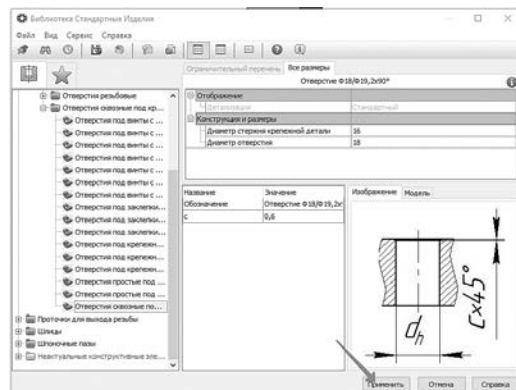

Рис. 74. Выбор отверстия
6.16 В окне Библиотеки Стандартные Изделия нажмите кнопку **Применить** (рис. 74).